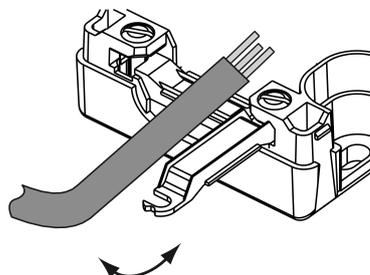

Bild 3: Zugentlastung
- Zugentlastung sicherstellen (Bild 3).
- Adapter (3) einrasten.
- Dimmer Mini so in das Gehäuseunterteil (4) einsetzen, dass das Gerät durch den Gehäusedeckel bedienbar ist.